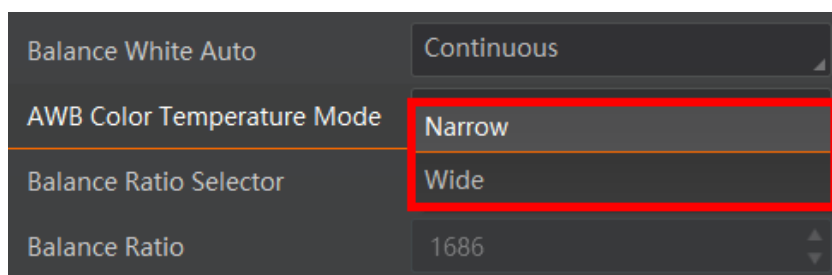

图11-21 自动白平衡色温模式设置
3. *Balance White Auto* 参数默认为 *Continuous*，且色温模式为窄域，即 *AWB Color Temperature Mode* 为 *Narrow*。若在此色温模式下进行自动白平衡后，图像色彩效果仍然不佳，可将 *AWB Color Temperature Mode* 参数设置为 *Wide*，再进行自动白平衡校正，如图 11-21 所示。